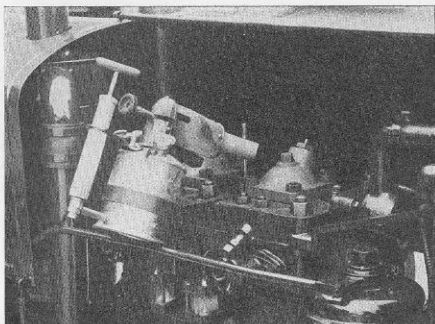

Fig. 96
Fig. 96 visar reservlampan och dess placering på traktorer med 1-poliga tändare. På traktorer med 2-poliga tändare placeras lampan på motsatt sida alltså på ljuddämparesidan.
3. Placera lampan på motorn enligt fig. 96 vid 1-poliga startspiraler, och på motsatt sida vid 2-poliga startspiraler. Kåpan över tändkulorna måste såsom bilden visar tagas bort. De elektriska kablarna skola därvid ovillkorligen kopplas bort så att de icke skadas av värmen.